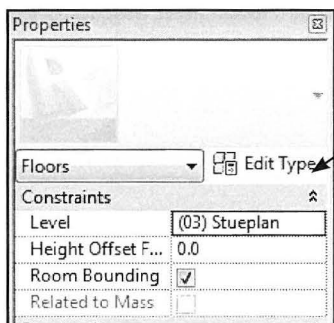

Fig. 07.13. Edit Type.
- Klik *Edit Type* for at opbygge gulvbelægningen (Fig. 07.13).